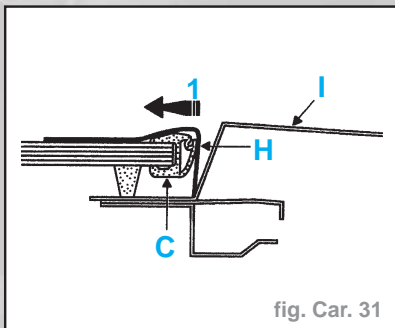

fig. Car. 31
- Cordon de colle (F).
- Garniture intérieure (G).
- Cet enjoliveur comporte une lèvre apparente (C) sur toute la périphérie de la glace.
Nota : insérer la barrette rigide en plastique (H) que comporte ce ruban adhésif entre la lèvre souple (C) et la tôle peinte du panneau d'aile (I) (fig. Car. 31).